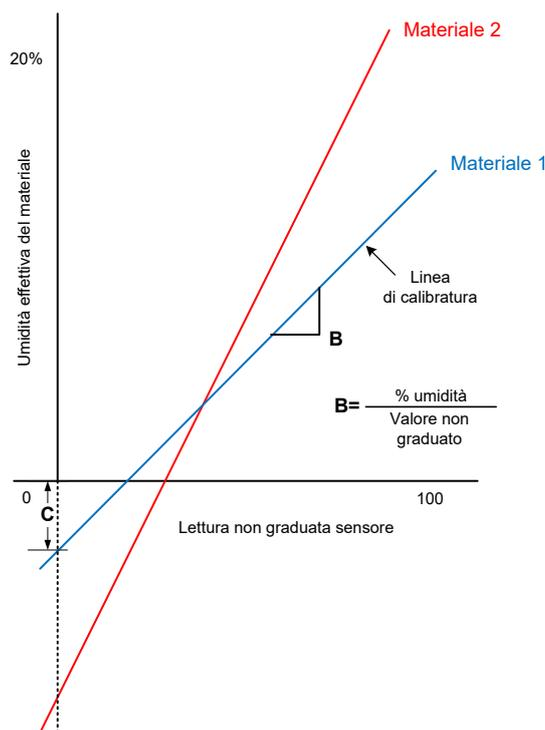

Figura 34: calibratura per due materiali differenti
La relazione tra la variazione nella percentuale di umidità e la variazione nel valore non graduato non sarà la stessa per due materiali differenti come mostrato nella Figura 34. Questo si verifica perché ciascun materiale ha le proprie caratteristiche elettriche univoche. La calibratura è il processo di associazione delle letture non graduate del sensore a un valore che rappresenta la percentuale di umidità del materiale.
L'equazione della linea di calibratura viene definita dal gradiente (B) e dalla correzione (C). Vedere la Figura 34. Questi valori vengono definiti coefficienti di calibratura.